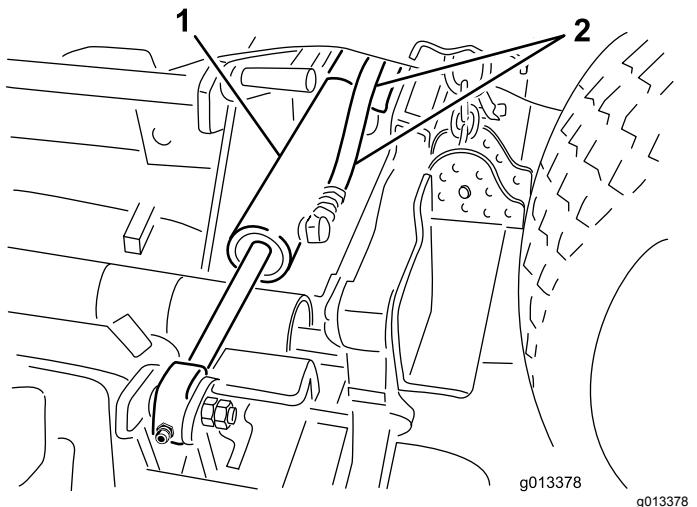

Bild 3
6. Schließen Sie die Hydraulikschläuche von den Hubzylindern des Seitmähwerks ab (Bild 3).